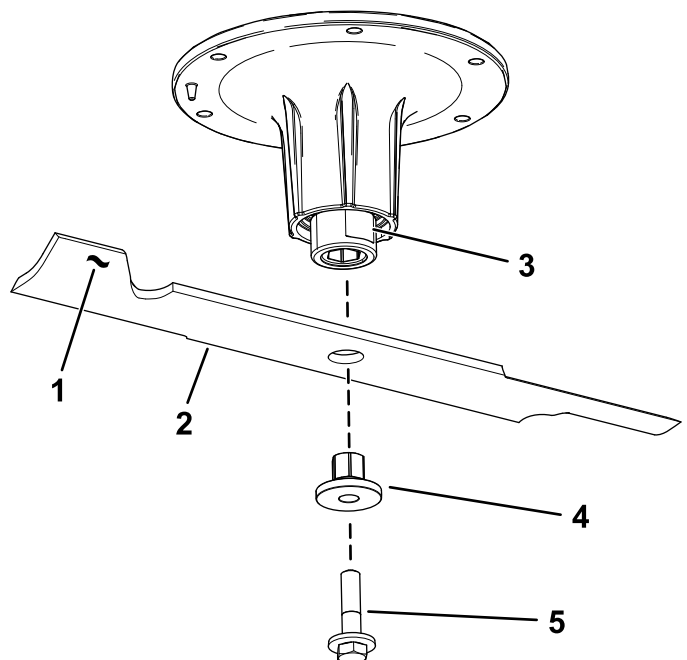

Figura 105
2. Retire a cavilha da lâmina, o casquilho, e a lâmina do eixo (Figura 105).